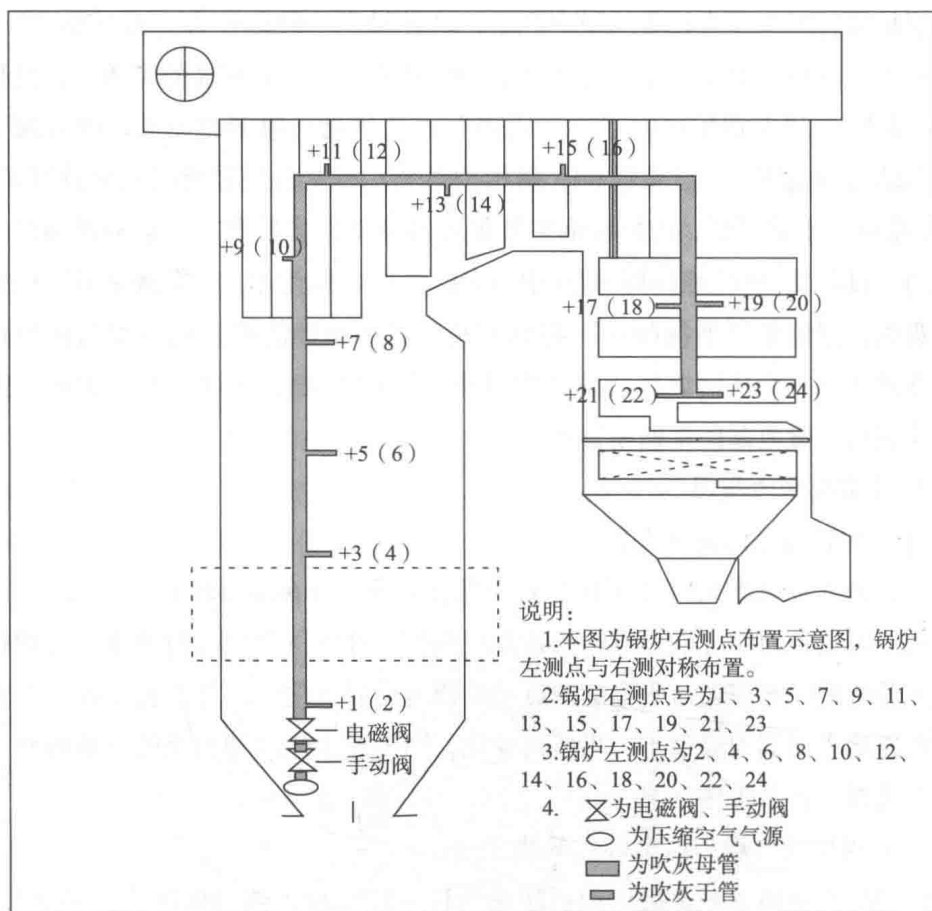

图 1-2 吹灰器布置图
①炉管泄漏噪声是一种持续性的报警曲线，只有当炉管泄漏停止后才能消除报警状态；锅炉吹灰噪声是短期间断性的报警曲线信号，吹灰结束后，信号将立即复回到正常状态。对于吹灰器关闭不严使信号继续维持的情况，应作为异常现象处理，以免吹坏炉管造成真正的炉管泄漏事故。
②炉管泄漏噪声是一种不断变化的信号数值，一般随着泄漏的发展其曲线数值将逐渐增大；锅炉吹灰噪声的信号数值是相对稳定的，不会随着时间的推移而增强。
③锅炉吹灰过程是由工作人员指令实施的控制过程，工作人员知道是否正在吹灰；锅炉泄漏是非计划性的现象，工作人员很容易发现并区分。见图 1-2。